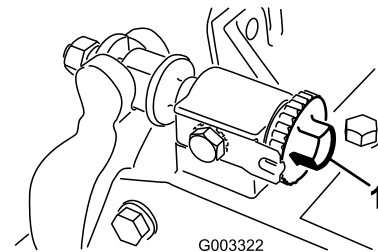

Figura 7
- A. Ruotate le viti di regolazione della barra di appoggio in senso orario (Figura 7), uno scatto alla volta, fino ad avvertire e a udire un leggero contatto.